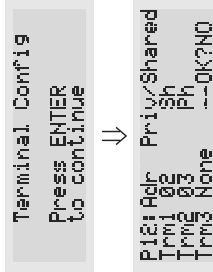

Fig. 5
- premo ancora una volta il tasto  $\leftarrow$  verranno visualizzate in sequenza le maschere di Fig. 5;
- pressing  $\leftarrow$  again displays the screens shown in Fig. 5, in sequence;